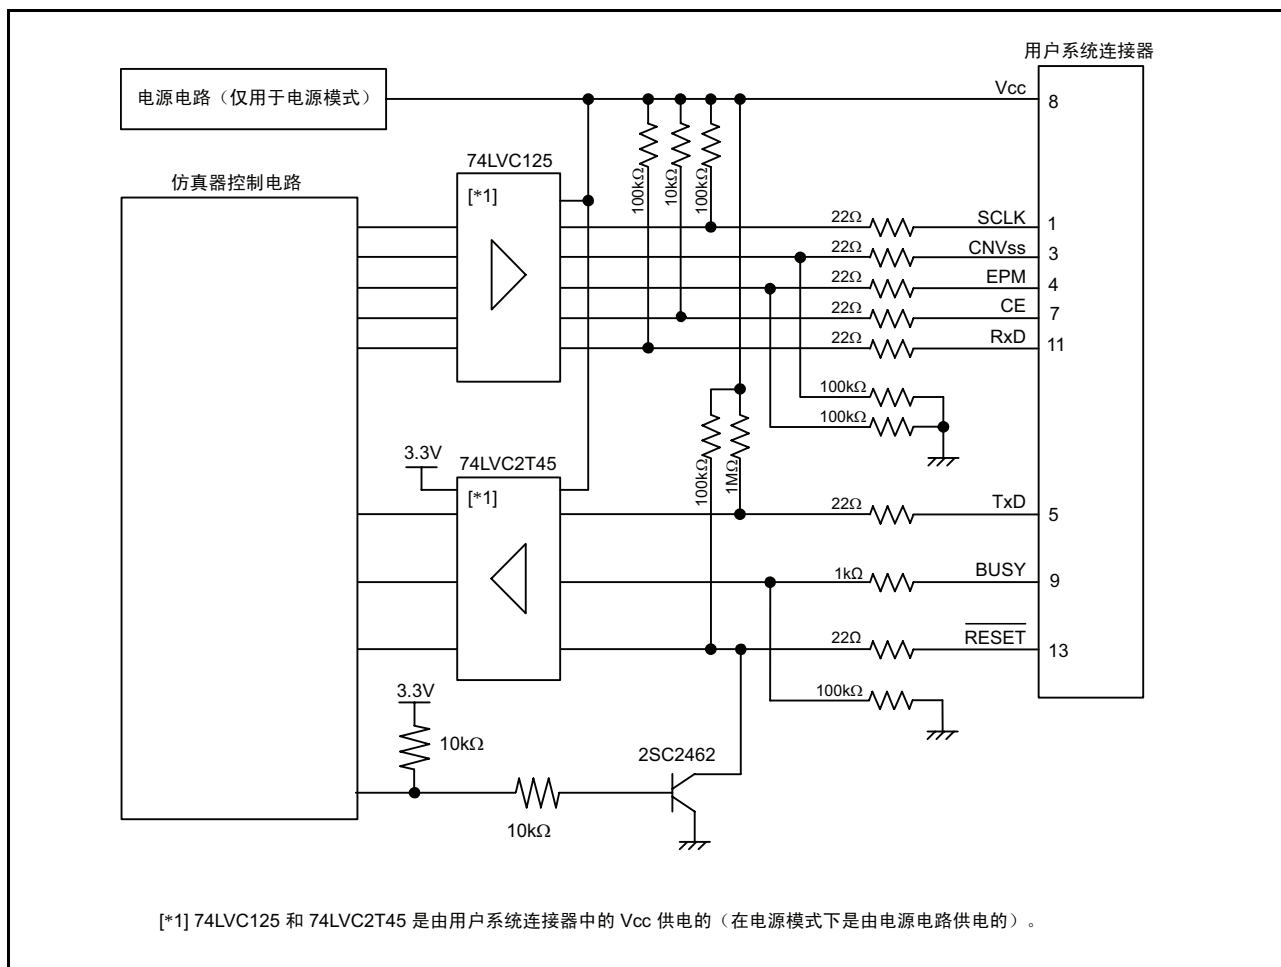

图 5.12 E8a 仿真器内部的接口电路（仅供参考）
1. 引脚 P64、P65、P66 和 P67 供 E8a 仿真器专用。将 E8a 仿真器连接到 MCU 引脚。在上拉 Vcc (Vcc1) 电平的 MCU 引脚后，将引脚 P66 和 P67 连接到 E8a 仿真器。对于 P64 和 P65，在断开 E8a 仿真器的连接后，根据 MCU 引脚状态上拉引脚电平至 Vcc(Vcc1)或下拉其接地。在 E8a 仿真器处于活动状态时，P64 可能处于 Hiz 状态。因此，应根据 E8a 仿真器内部电阻（图 5.12）的分压来设置引脚电阻值，使电压不会在中点电位。
对于 P50 和 P55，在断开 E8a 仿真器的连接后，根据 MCU 引脚状态上拉或下拉 Vcc 电平的引脚。在 E8a 仿真器处于活动状态时，P50 和 P55 可能处于 Hiz 状态。因此，应根据 E8a 仿真器内部电阻（图 5.12）的分压来设置引脚电阻值，使电压不会在中点电位。
在 E8a 仿真器处于活动状态时，P55 可能处于 Hiz 状态。因此，应根据 E8a 仿真器内部电阻（图 5.12）的分压来设置引脚电阻值，使电压不会在中点电位。
9. 图5.12 显示了 E8a 仿真器中的接口电路。请参考此图来确定上拉电阻值。